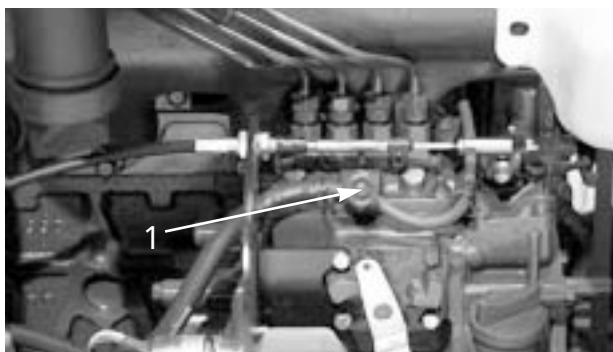

図 18
3. 燃料噴射ポンプについているエア抜きネジをゆるめる（図18）